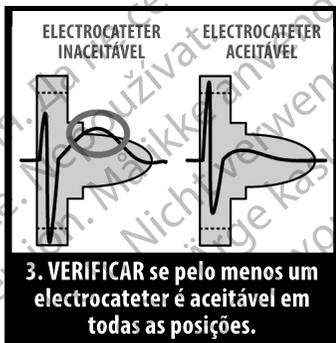

Figura 4. Avaliação do Complexo QRS
3. **Avalie** o complexo QRS. Se a totalidade do complexo QRS e onda T descendente estiverem contidos no perfil colorido, o QRS é considerado aceite. Se qualquer parte do complexo QRS ou onda T descendente se prolongar para fora do perfil colorido, o QRS é considerado inaceitável (Figura 4 Avaliação do Complexo QRS na página 22). Podem ser utilizados múltiplos perfis coloridos para avaliar o mesmo ECG de superfície se se registarem amplitudes QRS variáveis.